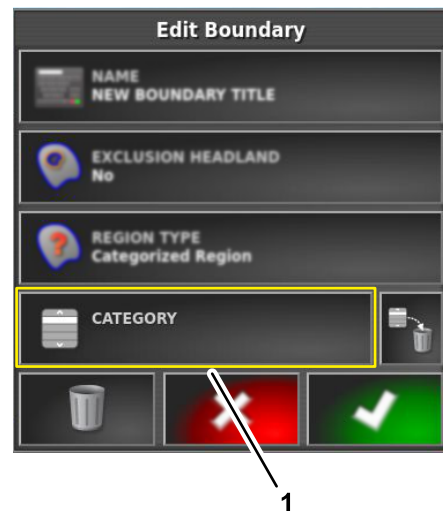

Figura 65
3. Na caixa de diálogo “editar limite”, pressione o ícone CATEGORIA para mostrar uma lista de tipos de categoria (Figura 65).